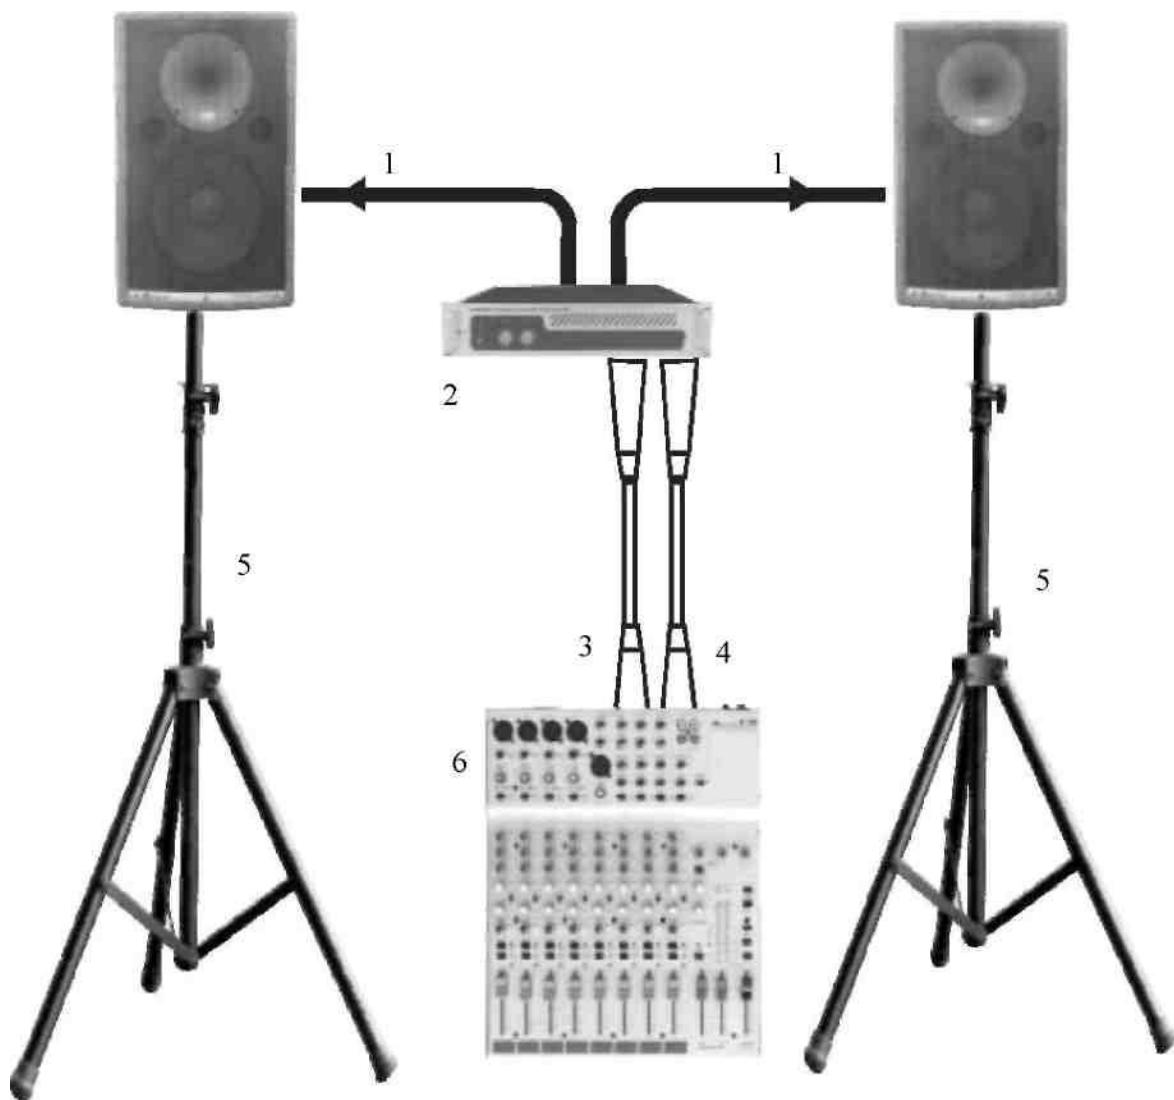

Рис.1
- 2) Выполните другие соединения согласно показанному на схеме (рис. 1).
Пояснения к рис.1: